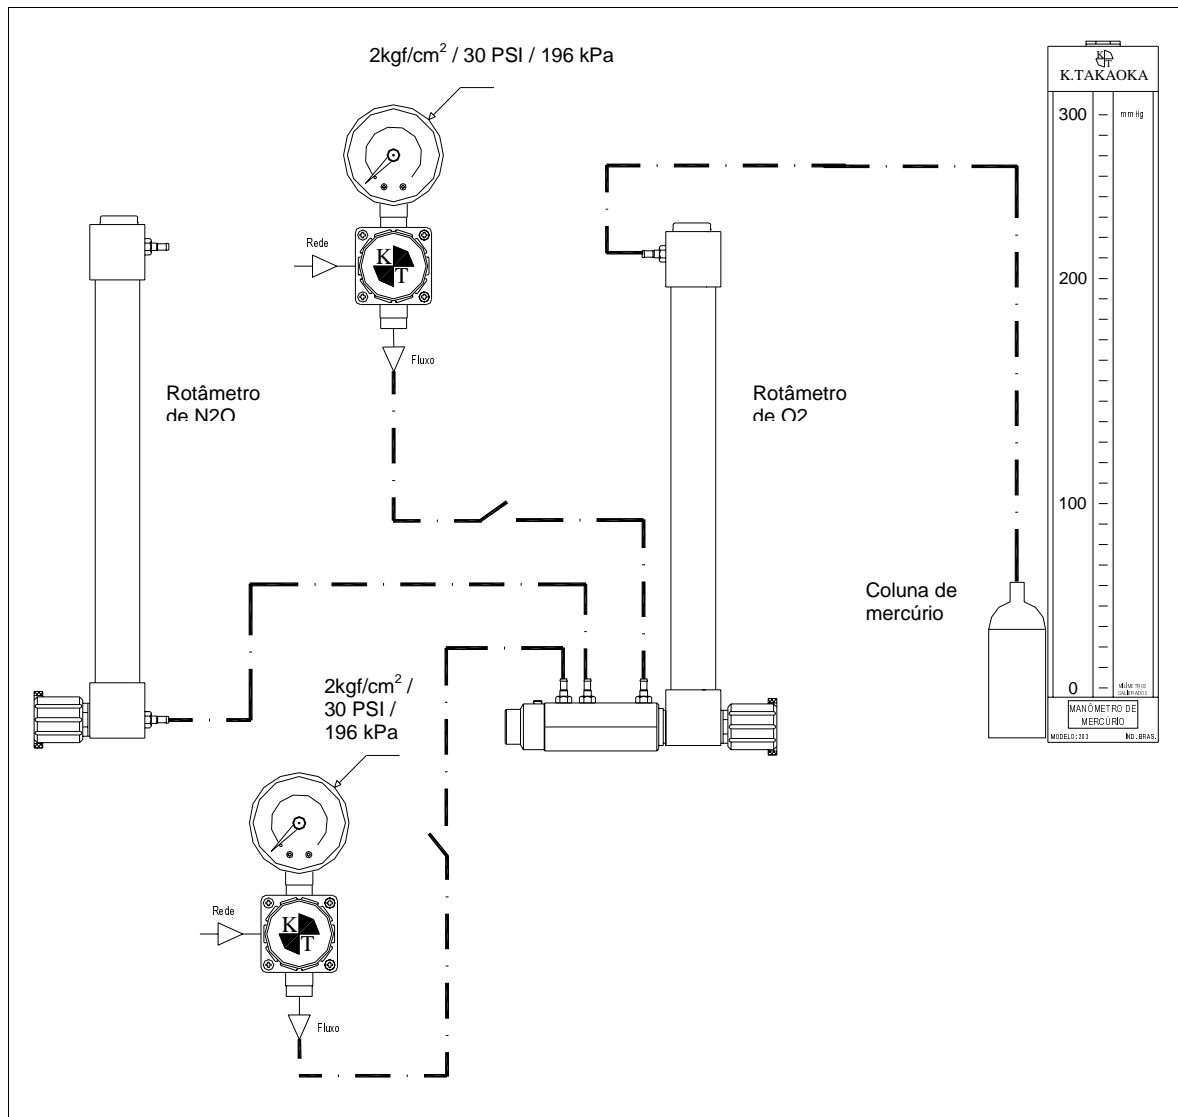

Figura 5.2: Esquema para verificação do vazamento em baixa pressão
1. Seguindo o esquema da Figura 5.2, conectar a coluna de mercúrio na saída do rotâmetro de O_2 ;